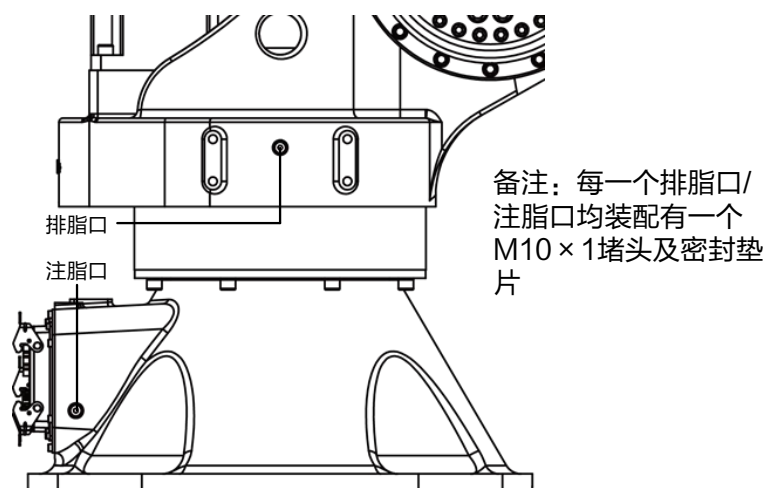

图 10-6 更换 J1 轴减速器润滑脂
- 步骤4.** 卸下排脂口 M10x1 堵头及密封垫片，如图 10-6 所示。